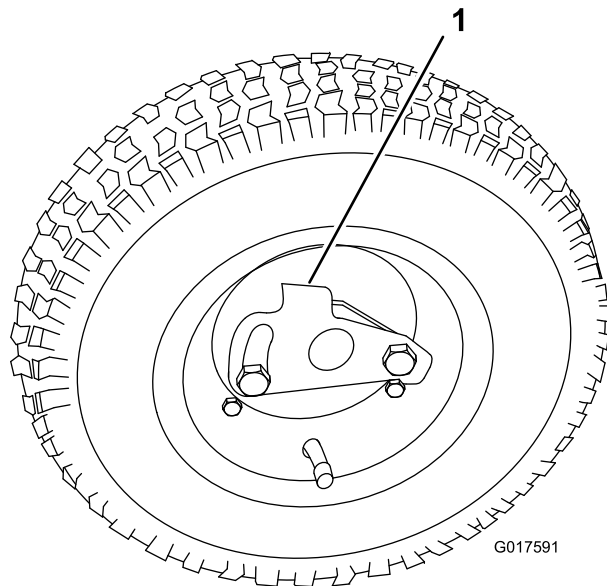

Figura 19
2. Gire la pletina de retención de la rueda hacia el centro de la rueda y coloque la rueda sobre el eje hexagonal (Figura 19).